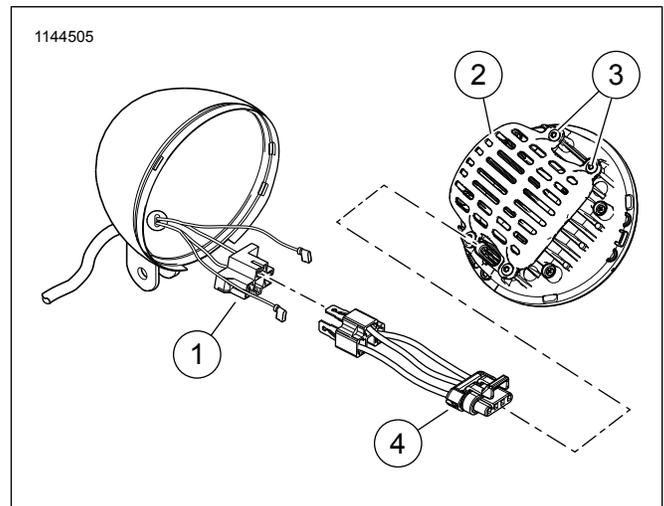

Figure 7. Installation du faisceau de câbles - Softail, FLRT et FLD
1. Voir la Figure 7. Retirez et mettez à l'écart le couvercle (2) et les quatre vis (3) de l'arrière du phare.
2. Pour les configurations en ailette (FLD, FLRT et Softail sans nacelle tout transport) seulement : Voir la Figure 7. Retirez et mettez à l'écart le couvercle (2) et les quatre vis (3) de l'arrière du phare.
3. Branchez le faisceau correspondant (4) entre le connecteur de faisceau de véhicule (1) et le phare.